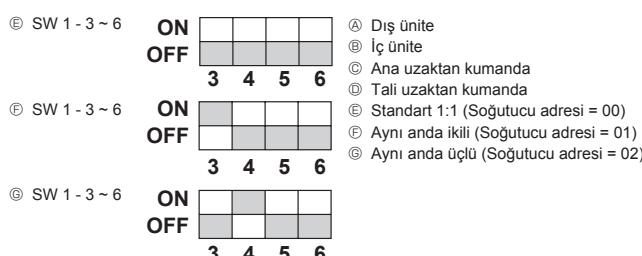

Fig. 9-1
- ① Elektrik verin (devre kesici).
- ② Gaz vanası kapatıldıktan sonra, dış ünitenin kontrol panosu üzerindeki SWP düğmesini ON konumuna getirin. Kompresör (dış ünitesi) ve vantilatörler (iç ve dış üniteler) çalışmaya başlar ve soğutucu çekme işlemine başlanır. Dış ünitenin kontrol panosu üzerinde bulunan LED1 ve LED2 yanar.
③ Ünite soğutucu çekme işlemi tamamlandıktan sonraki yaklaşık iki ila üç dakika içinde (LED1 ve LED2 yanar) otomatik olarak durduğu için, gaz kesme vanasını hemen kapatın. LED1 ve LED2 yandığı ve dış ünite durduğunda, sivi kesme vanasını tamamen açın ve ardından 3 dakika geçtikten sonra ② adımı tekrarlayın.
- ④ Elektrik kesin (devre kesici).
9. Sistem kontrolü (Fig. 9-1)